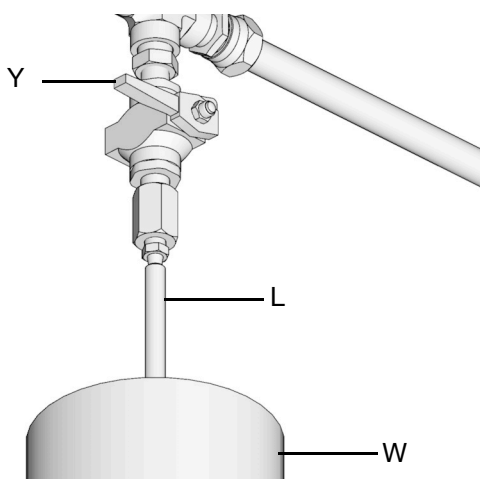

FIG. 25:
- a. Para aliviar la presión entre la bomba de llenado (F) y la desconexión de llenado automático (B), abra válvula de alivio de presión de la manguera de suministro (Y) (FIG. 25). La presión se aliviará y el fluido sobrante se drenará por el tubo de drenaje (L) hacia el contenedor de desbordamiento de lubricación (W).